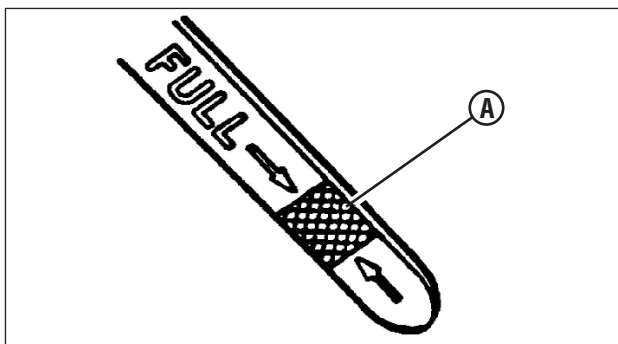

Figura 1: Marca de 'Cheio' do óleo do motor
3. Verifique óleo do motor e complete o nível do óleo conforme necessário até a marca CHEIO (A, Figura 1). Consulte no manual do motor as especificações de óleo.